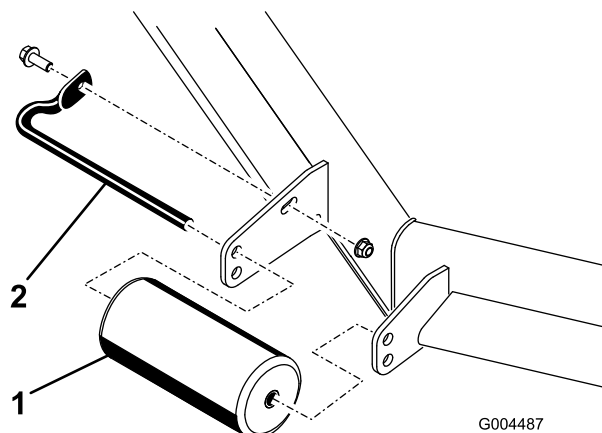
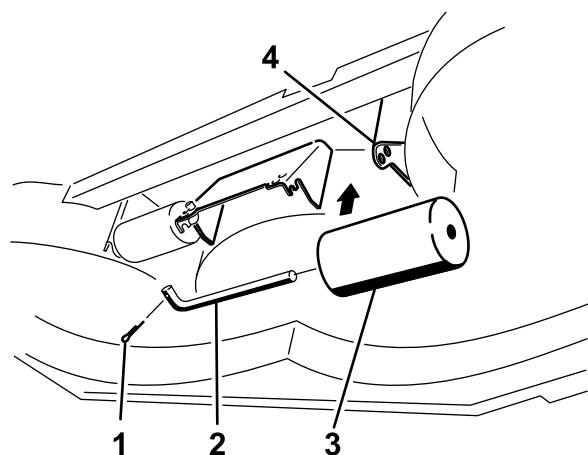

Figure 10
Figure 14
- Retirez les fixations de chaque galet sur le plateau de coupe et montez ou abaissez les galets selon le cas ; reportez-vous aux Figure 10 à Figure 14 selon ce qui convient à votre plateau de coupe.